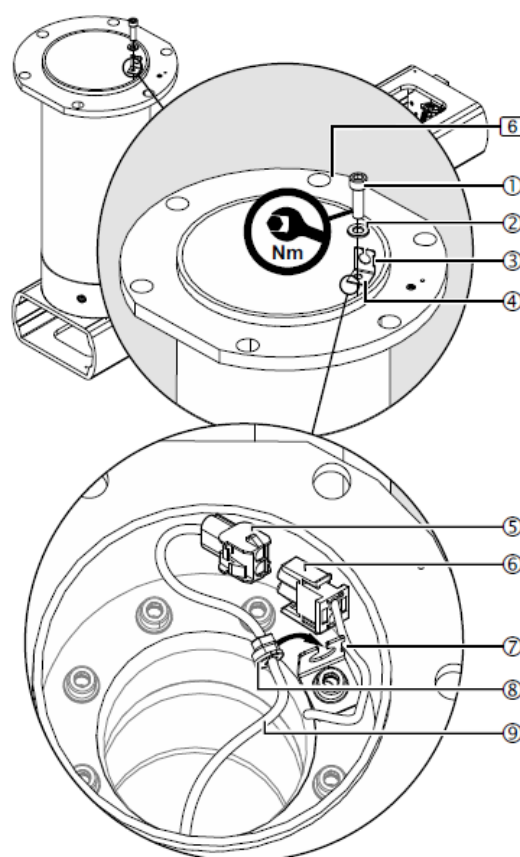
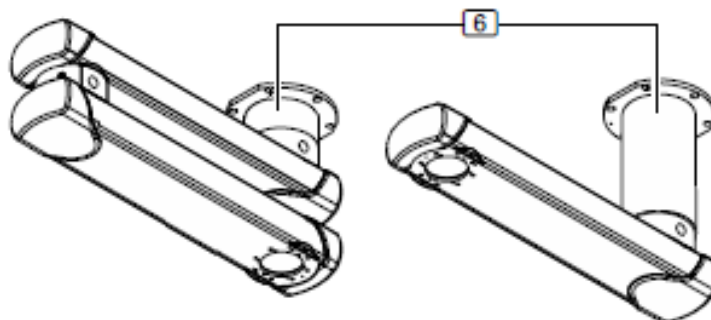
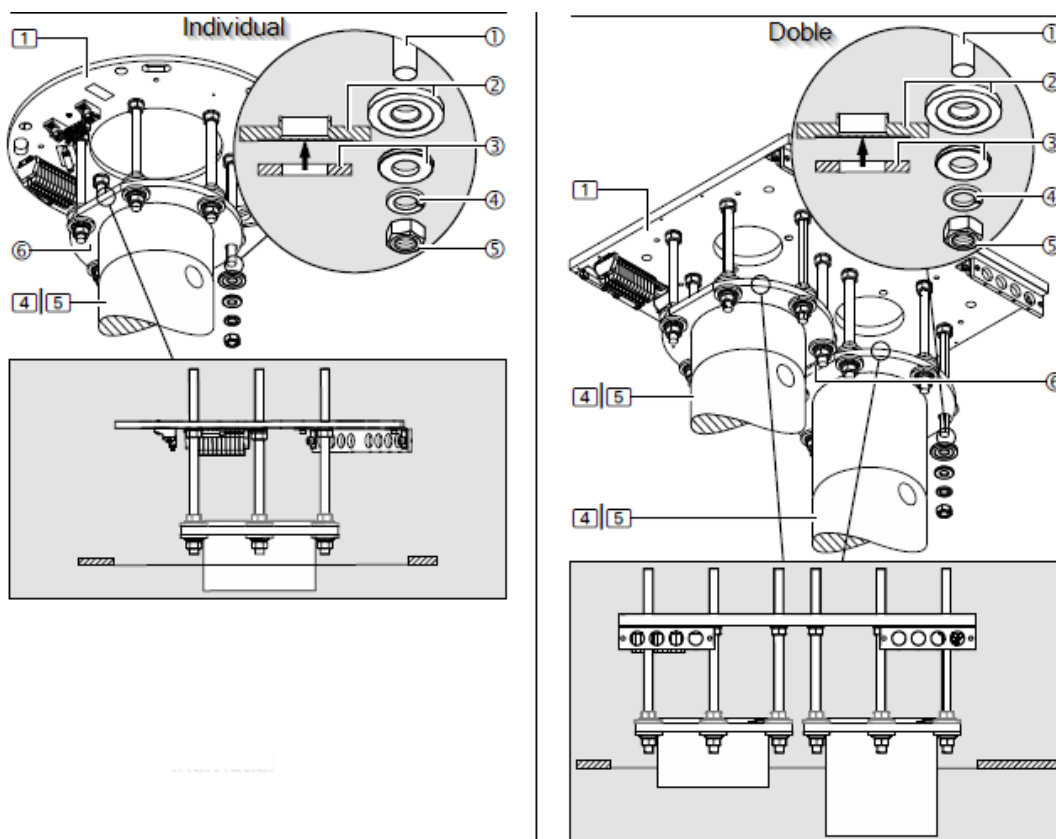

Fig. 31 Montage du mécanisme de décharge de traction
Fig. 33 ARES AIR à deux bras et ARES AIR à un bras
Fig. 34 Assemblage de la bride du tube de toit sur les boulons filetés
La figure 31 montre le tube de toit 6 avec 8 vis à tête cylindrique à six pans creux M10 x 25 mm ① - 8.8 - DIN EN ISO 4762 à titre d'exemple.
- Insérer une vis à tête cylindrique M10 x 25 mm ① ou une vis à tête cylindrique M10 x 30 mm ① et une rondelle d'arrêt S10 ② dans le support de presse-étoupe ④.
- Positionnez le support de passe-fil ④ sur le tube de toit 6 de manière à ce que la découpe ③ du support de passe-fil ④ soit orientée vers la paroi du tube de toit.
- Placer le câble pré-assemblé ⑦ dans la découpe ③ du support de presse-étoupe ④.
- Visser le support de presse-étoupe ④ au bras du moteur (4), au bras d'extension avec bras du moteur (5) ou au bras d'extension XL avec bras du moteur (5) à l'aide de la vis à tête cylindrique ① et de la rondelle d'arrêt ②.
- Assurez-vous que le câble n'est pas serré au ⑦.
- Etablissez la connexion ⑤/⑥ avec le câble de commande inclus dans l'emballage ⑨, puis poussez le mécanisme de décharge de traction ⑧ dans le support de décharge de traction ④.
- Vérifiez que le mécanisme de décharge de traction ⑧ est correctement monté :
- Le câble de commande ⑨ doit être solidement déchargé dans le mécanisme de décharge de traction ④.
- Faites passer le câble de commande ⑨ par le tube de toit (6) et le bras moteur (4) ou le bras d'extension avec le bras moteur (5) ou le bras d'extension XL avec le bras moteur (5) jusqu'à la plaque de distribution.
Dans cette section, le(s) bras du système est (sont) déjà fixé(s) au tube de plafond, comme le montre la figure 33. Le bras unique ARES AIR a été fixé à un tube d'extension du plafond afin que les deux systèmes suspendus ne se heurtent pas lorsqu'ils tournent.
La figure 34 montre une représentation simplifiée de la bride du tube de toit ⑥ pour le montage sur les boulons filetés. Les autres composants tels que le bras d'extension, les câbles, etc. ne sont pas représentés.
Lors du montage de systèmes doubles, il convient de noter que les brides des tuyaux de toit ⑥ présentent une surface chanfreinée afin de s'assurer qu'ils peuvent être montés à la même hauteur, montez-les de manière à ce que les surfaces chanfreinées soient alignées l'une avec l'autre, comme le montre la figure 33 .
- Insérez la bride du tube de toit ⑥ dans les 6 boulons filetés M16 ① de la plaque d'interface (1).
- Retirez l'adhésif ou le ruban élastique précédemment appliqué sur les boulons filetés ①.
- Pour chaque boulon fileté M16 ①, monter 1 disque isolant en plastique ② (comme indiqué dans la figure 34) de sorte que la rondelle plate d'un diamètre extérieur de 34 mm ③ (voir la flèche dans l'illustration détaillée de la figure 31) soit posée sur le disque isolant en plastique ②.
- Pour chaque boulon fileté M16 ①, monter 1 rondelle plate d'un diamètre extérieur de 34 mm ③, 1 rondelle élastique ④ et 1 écrou hexagonal M16 ⑤.